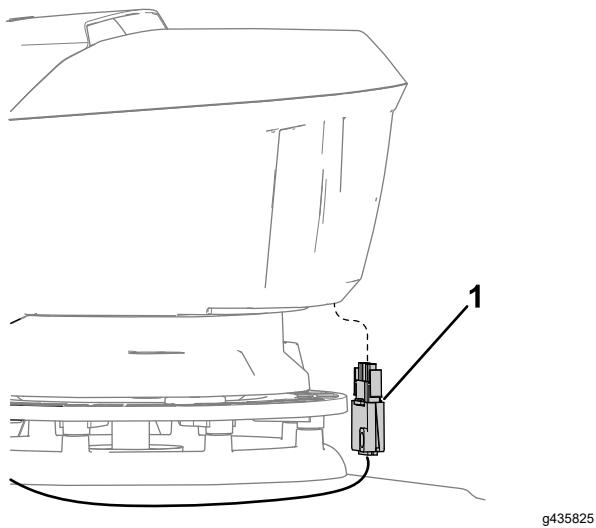
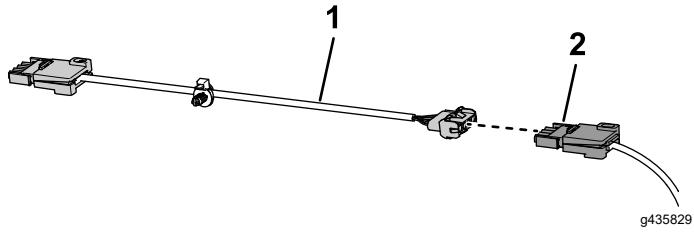

Figure 6
Figure 7
12. Fixez le prolongateur du câble de démarrage électrique au connecteur de démarrage électrique (Figure 7) et branchez-le à l'avant de la machine, comme montré à la Figure 6.